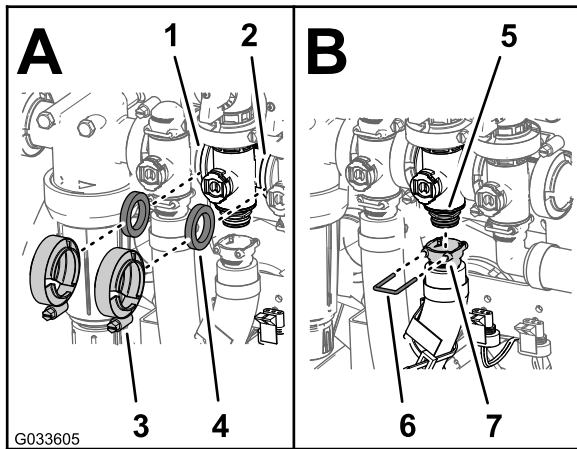

Figura 128
- Montate la valvola di bypass dell'agitatore, la guarnizione e il collettore della valvola dell'agitatore con un morsetto flangiato e serrate manualmente (Figura 128).